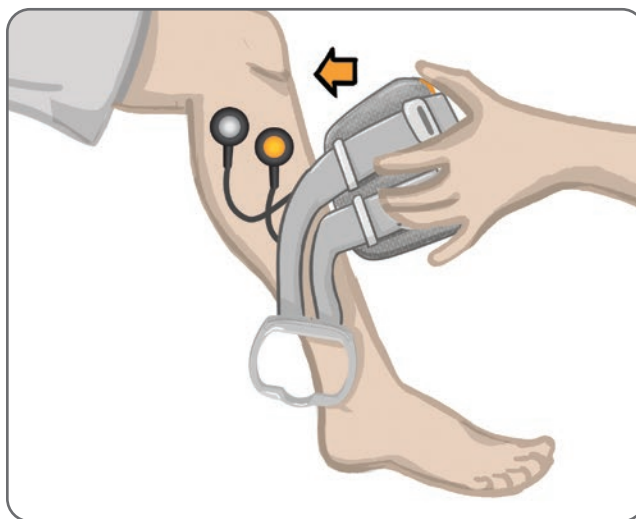

Figura 8-5: Posicionamento do localizador abaixo da patela
6. Posicione o localizador do manguito da parte inferior da perna abaixo da patela, sobre o platô tibial. Veja a Figura 8-5. Certifique-se de que o manguito não toque nas bases dos eletrodos. O localizador deve encaixar justa mas confortavelmente sob o polo inferior da patela.